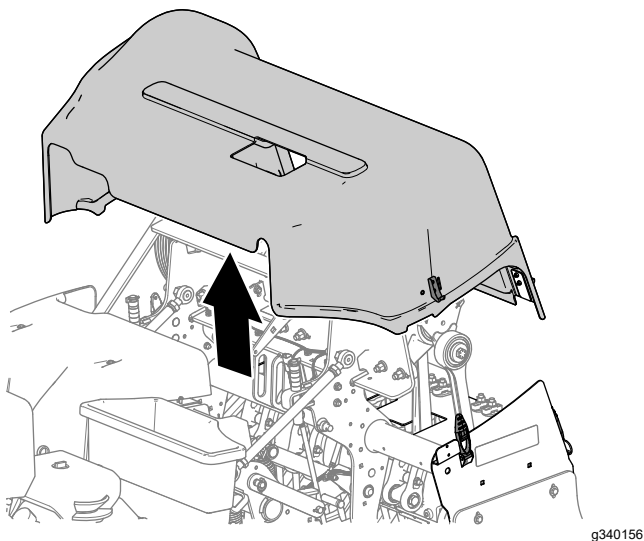

Рисунок 151
5. Снимите кожух вала аэратора с машины (Рисунок 151).